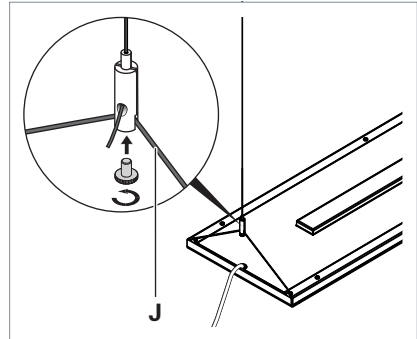

Fig. 9: Fixer le luminaire individuel ou de départ à l'attache de câble.
- ▶ Insérez le câble métallique **J** du luminaire dans l'attache de câble, voir Fig. 9.